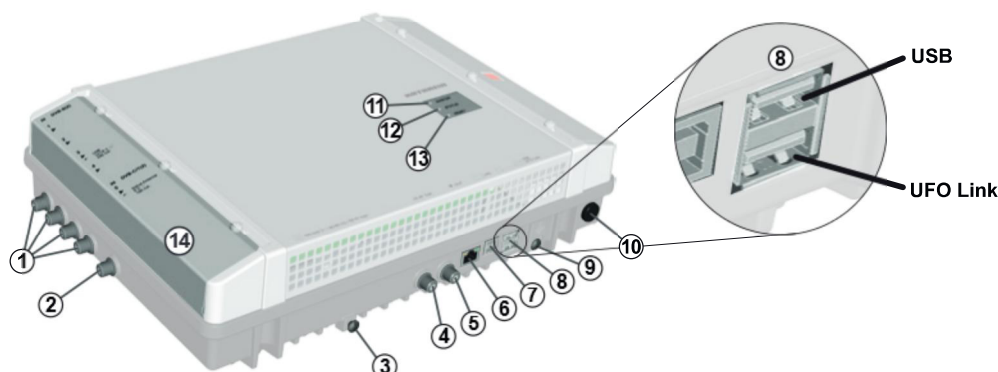

Fig. 1: Elementi dell'apparecchio
Eccezione: Copertura degli slot CI (Ⓙ in Fig. 1, pag. 3)
1. Collegare un conduttore di compensazione del potenziale (Cu,  $\geq 4 \text{ mm}^2$ ) sulla vite di messa a terra; vedere ④ in Fig. 1, pag. 3.
- Le spine devono essere inserite nelle interfacce UFO Link adatte del master e dello slave (⑥ in Fig. 1).
4. Collegare le linee di segnale AF per l'antenna, la rete via cavo e l'uscita alle testate; vedere ①, ② e ⑤ in Fig. 1, pag. 3.